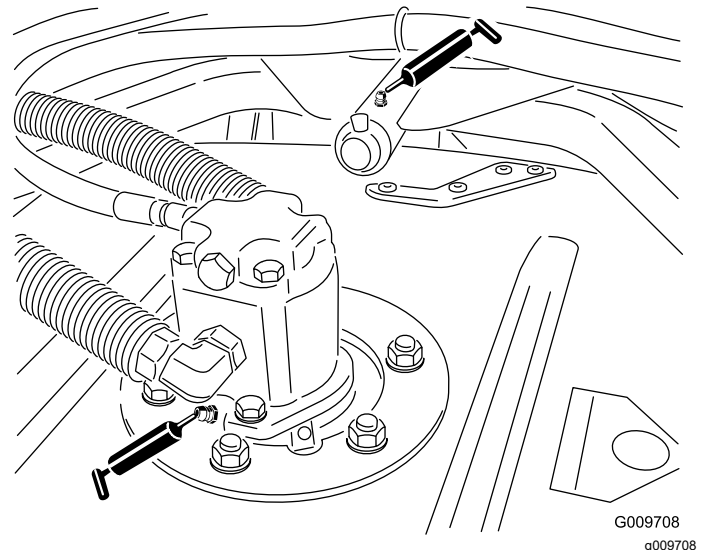

图 47
- 滚刀组锭轴轴承每个滚刀组2个如图47所示
- 滚刀组承载臂轴套每个滚刀组1个如图47所示